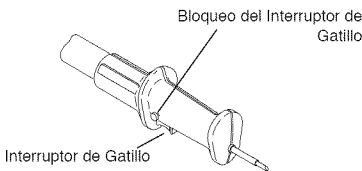

Figura 10 - Mango de la Sierra de Pértiga con el Bloqueo del Interruptor de Gatillo
4. Cuando esté listo para realizar el corte, presione el bloqueo del interruptor de gatillo y accione este interruptor (vea la Figura 10, en la página 12). Esto encenderá a la Sierra de Pértiga. Al soltar el interruptor de gatillo se apagará la Sierra de Pértiga. Cerciérese de que la cadena está girando a su máxima velocidad antes de comenzar a cortar.